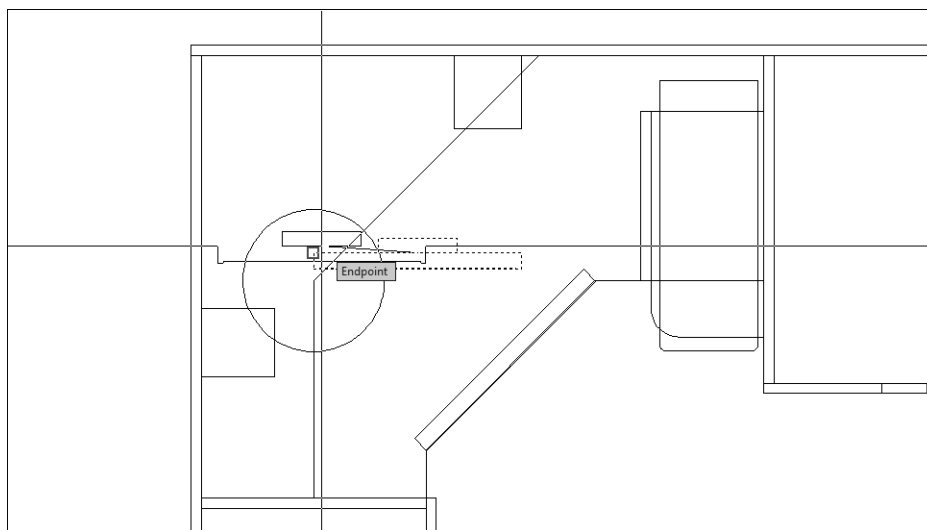

Рис. 5.22. Выбор точки для перемещения трех объектов с использованием режима привязки Endpoint
3. AutoCAD в командном окне предложит задать расстояние перемещения. Включите режим привязки Endpoint (Конточка) и выберите левую точку верхней линии самого большого прямоугольника, как показано на рис. 5.22. Объекты будут перемещены в нужное место, а команда MOVE (ПЕРЕНЕСТИ) завершит работу.